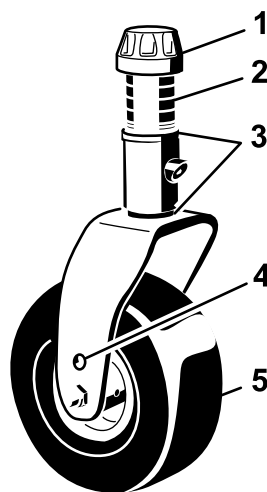
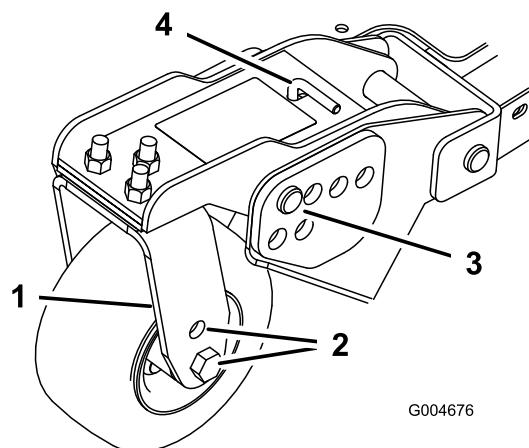
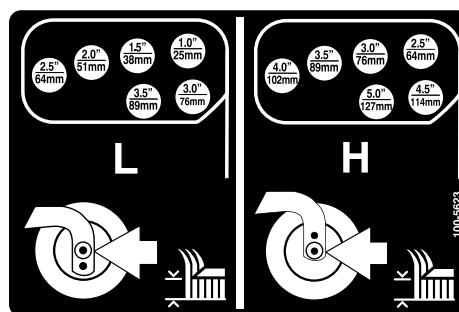

Figura 22
Figura 24
Figura 25
1. Coloque os eixos da roda giratória nos mesmos orifícios em todas as forquilha da roda giratória (Figura 22 e Figura 24).
2. Retire a tampa de tensionamento do eixo roscado e desloque o fuso para fora do braço da roda giratória (Figura 22).
6. Retire o perno de gancho e os pinos de segurança dos braços articulados das rodas giratórias (**Figura 24**).
7. Rode a barra tensora para levantar ou descer o braço articulado, até os orifícios se encontrarem alinhados com os orifícios da altura de corte desejados, na estrutura da plataforma do cortador (**Figura 24** e **Figura 25**).